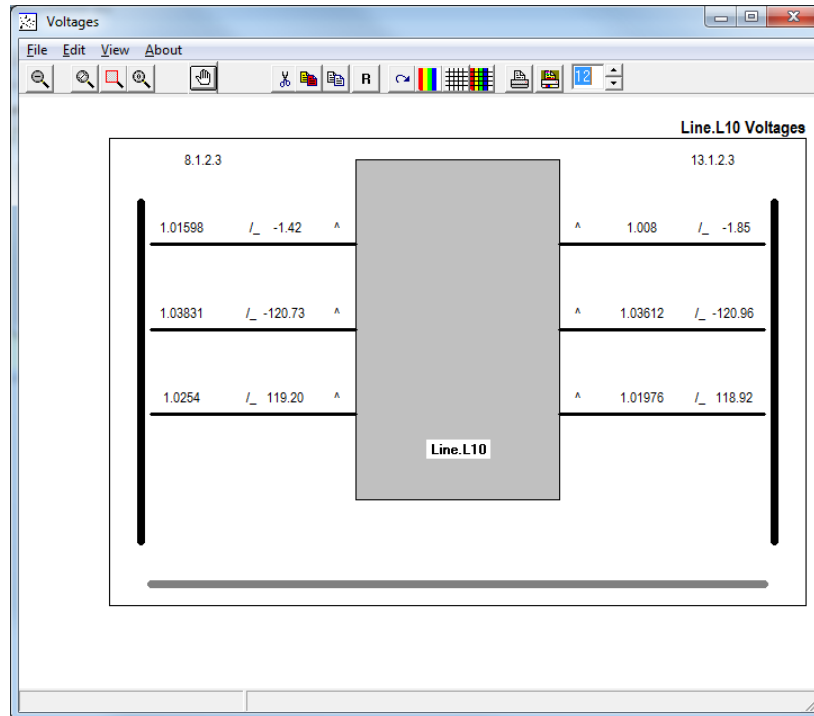

图 5. 显示线路的电压
- a. **检查线路，变压器，负荷，等元件**– 首先，从**元件工具**中选定元件类型然后元件，使用 C, V, or P 按钮来查看电流，电压和功率。使用  按钮来编辑元件属性。图 5 显示一个查看线路电压的例子。